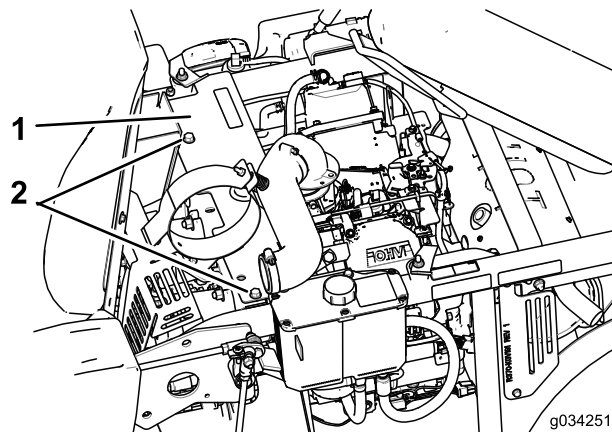

Figura 32
7. Lubrifiați brațul rolei de ghidare a curelei pompei (Figura 32).